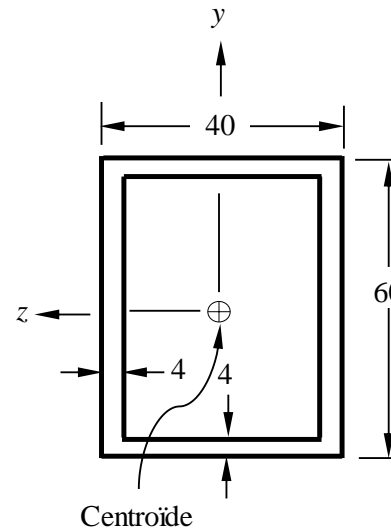

Figure 2: section de la Poutre
- 3) Appliquez le principe de superposition et identifiez le point le plus sollicité (plus critique) sur la Figure 2.